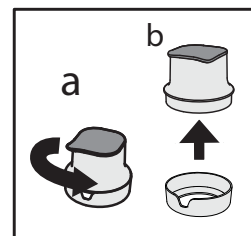

Fig. 5
- Scoateți pâlnia din carcasa filtrului, rotindu-o în sens antiorar (Fig. 5. a) b).